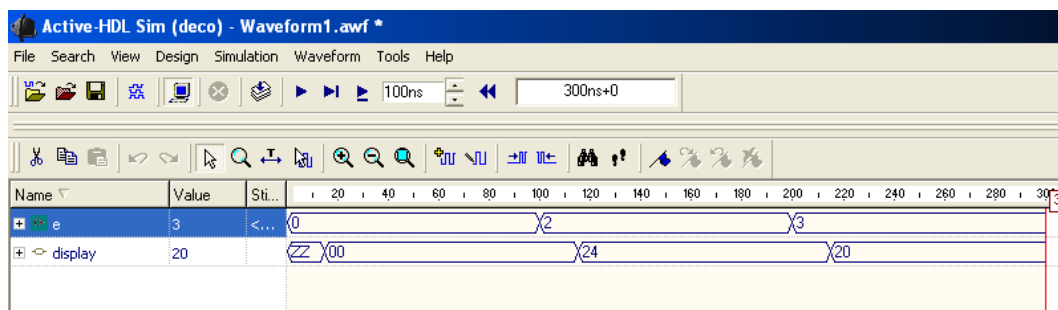

Figura 11. Simulación de tres estímulos de entrada: 000, 010 y 011.
14. Si se desea hacer una nueva simulación con otro valor u otro estímulo de entrada, es necesario repetir los dos pasos anteriores. Se asigna el nuevo estímulo y corre la simulación. En este caso se asignarán dos valores **010** y después el **011**. (Nota: Es posible agregar los dos estímulos y al final se ejecuta la simulación.) La simulación se muestra en la figura 11.